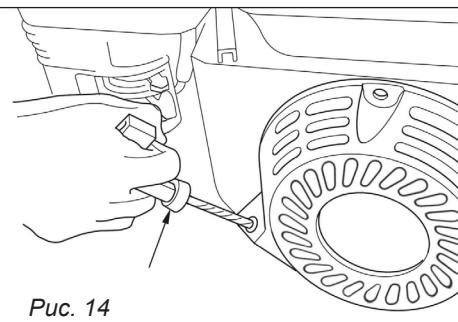

Рис. 14
6. Возьмитесь за ручку стартера и медленно потяните до появления ощущимого сопротивления, затем потяните ручку стартера резким рывком (рис. 14).